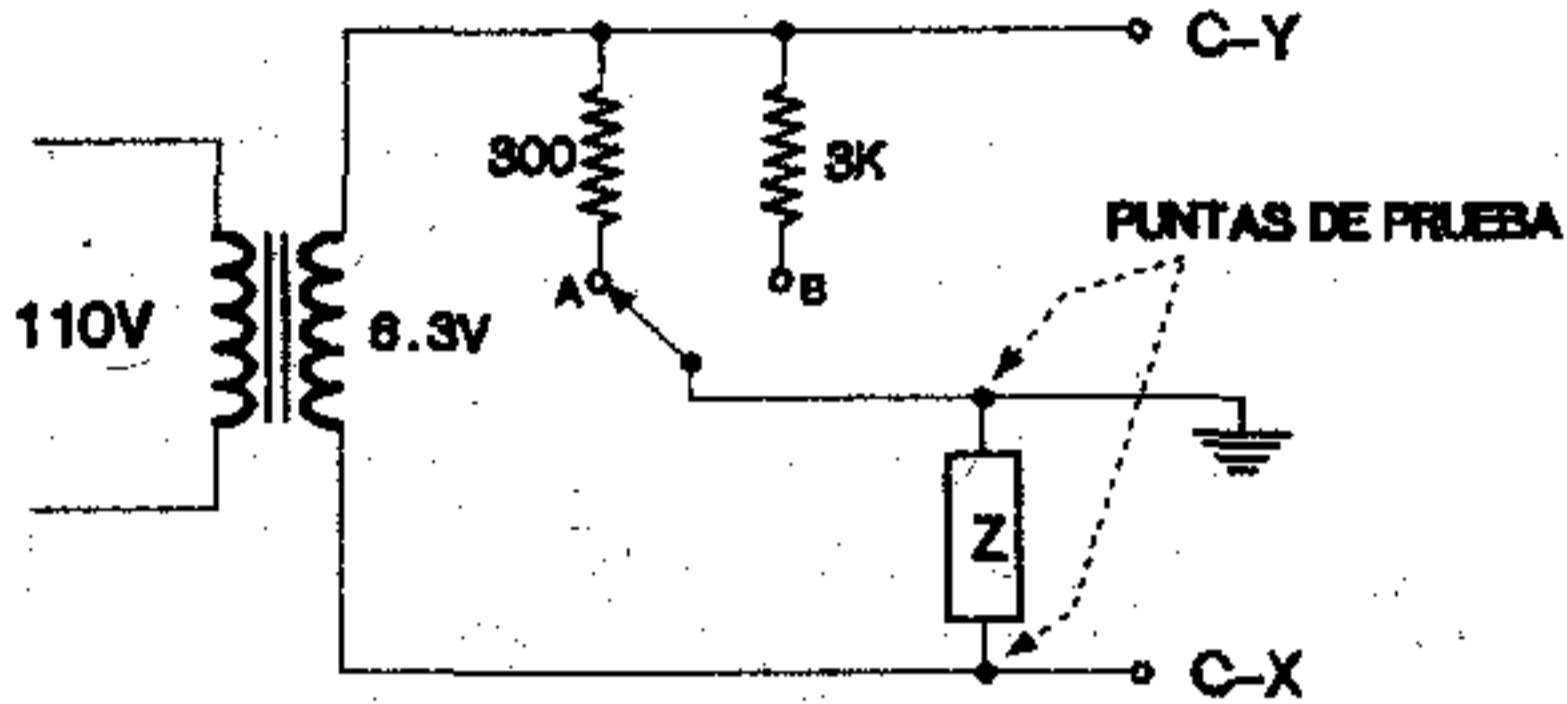

Figura 17
a) Arme el circuito de la figura 17.
- 11.- ¿Qué señales se aplicaron a los canales horizontal y vertical de la figura 17?
- 12.- ¿Qué unidades de medida se tiene en los ejes X y Y de la pantalla, cuando se tiene el circuito de la figura 17 ?